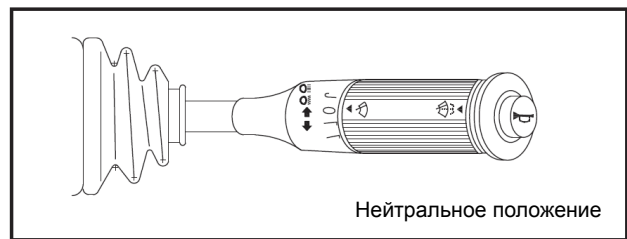

Рис. 14
Стеклоочиститель: На лобовом стекле имеется 4 стеклоочистителя, как показано на рис. 14. Они имеют две скорости.
1. Нейтральное положение, как показано на рис. 14: